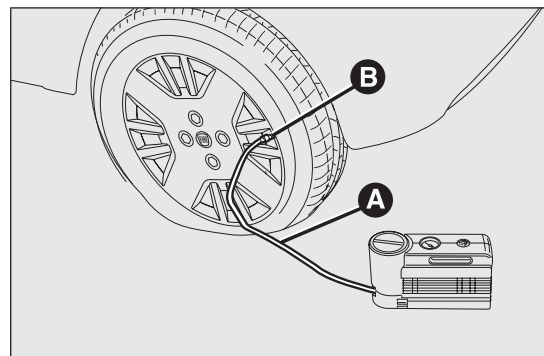

fig. 137
- Accionar el freno de mano. Desenroscar el capuchón de la válvula del neumático, extraer el tubo flexible de llenado A fig. 137 y apretar la corona B en la válvula del neumático;